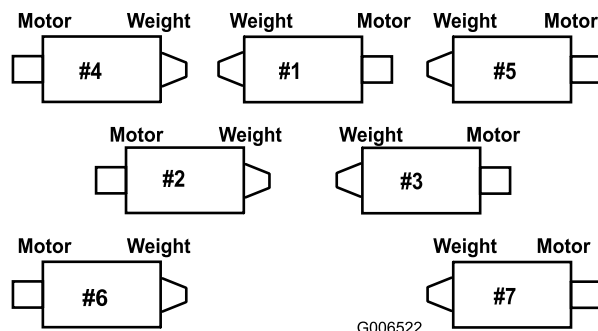

図 10
**注** 昇降アームの番号については 図 10 を参照してください。